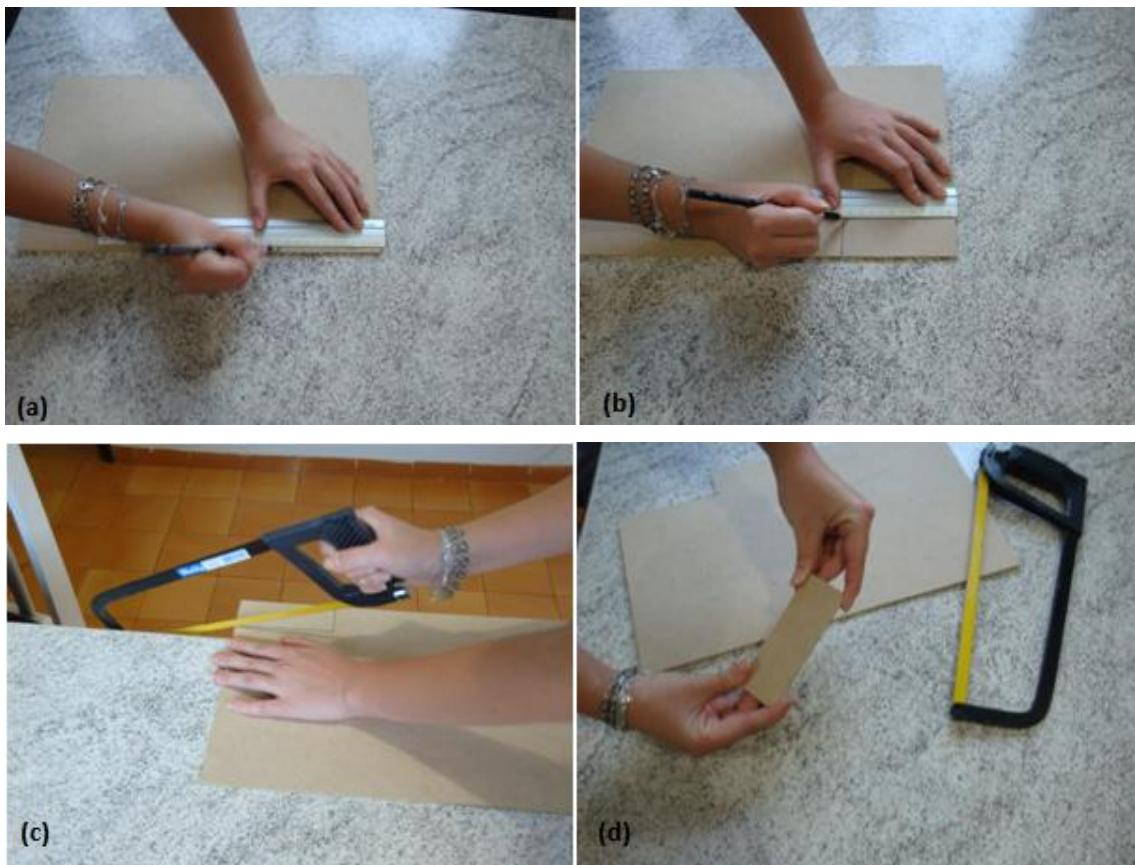

Figura 3. Montar o suporte para o tubo de ensaio.
- 3) Montar, com a madeirite, um suporte para o tubo de ensaio com as dimensões de (11,0cm x 4,0cm). Para isso, seguir os mesmos passos anteriores, onde deve-se marcar as dimensões na madeirite com o lápis utilizando a régua (figuras 3.a e 3.b) e em seguida, cortar esse pedaço com a serra de mão (figura 3.c). O suporte deverá ficar como na figura 3.d.